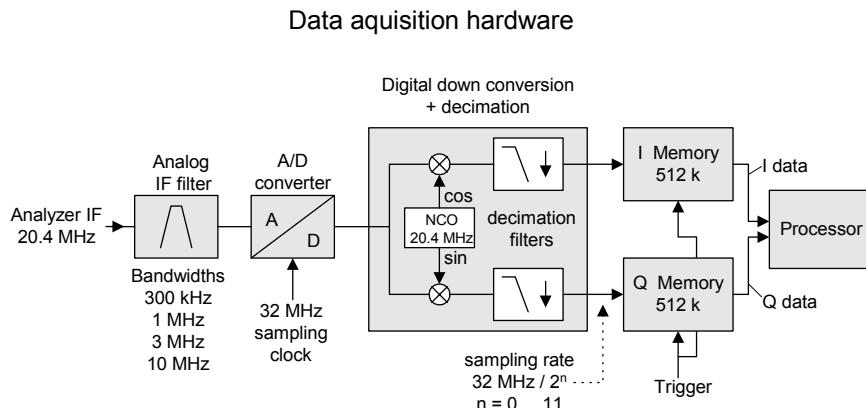

Bild 7-3 Blockschaltbild der Signalverarbeitung des Spektrumanalysator
**Bild 7-3** zeigt die Hardware des Spektrumanalysators von der ZF bis zum Prozessor. Das ZF-Filter ist das Auflösefilter des Spektrumanalysators, einstellbar von 300 kHz bis 10 MHz. Der A/D-Wandler tastet die ZF (20.4 MHz) mit 32 MHz ab.